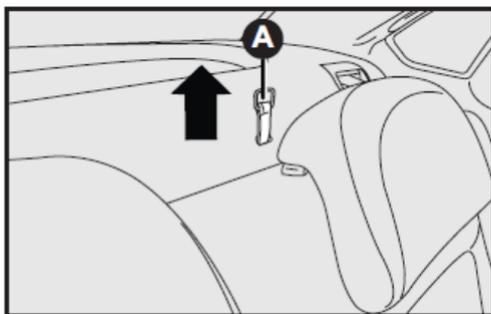

fig. 88
- 3) Desenganche el respaldo, utilizando las palancas laterales A-fig. 88 en el sentido de la flecha.